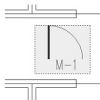
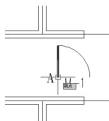

图 3.65 选择制作图块的对象
图 3.66 确定“门”图块基点
(3) 单击【选择对象】按钮, 对话框消失。
(4) 在选择对象: 提示下, 如图 3.65 所示, 选择门和编号 M-1 后按 Enter 键返回对话框。
(5) 单击【拾取点】按钮, 对话框消失。
(6) 在指定插入基点: 提示下, 捕捉如图 3.66 所示的 A 点作为图块插入时的定位点, 此时自动返回对话框。
(7) 由于 “门” 图块使用时应在 X 和 Y 方向等比例缩小, 故勾选【按统一比例缩放】复选框。